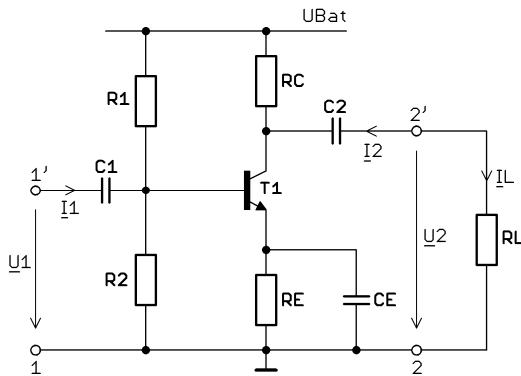

Abb. 3:
- a3) Berechnen Sie den Wert des Arbeitswiderstands. (1)
- a4) Berechnen Sie den Basisspannungsteiler für $B = 400$ und einen Querstromfaktor von $q = 5$. (5)
- c1) Ermitteln Sie die Eingangsimpedanz Z_1 . (2) / 8
- c2) Berechnen Sie C_1 für eine untere Grenzfrequenz von 20 Hz des **gesamten Verstärkers**, wenn der Innenwiderstand der speisenden Quelle 600Ω beträgt. (3)
- c3) Wählen Sie für C_1 einen Wert aus der IEC-Reihe E6. (1)
- c4) Polen Sie C_1 ; C_2 ; C_E in Abb. 3. (u_1 ist eine reine Wechselspannung.) (2)